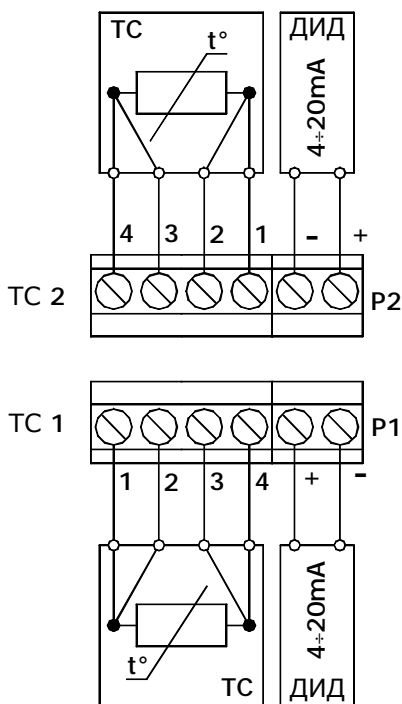

Рис.8.9
8.4.3 Подключение ТС производится по 4-х проводной схеме в соответствии с рис. 8.9. Для подключения термопреобразователей рекомендуется использовать кабели: ШВВП $2 \times 0,5 \text{ мм}^2$, РПШ $4 \times 0,5 \text{ мм}^2$, КУПР $4 \times 0,5 \text{ мм}^2$ или СПОВ $4 \times 0,5 \text{ мм}^2$. Во избежание дополнительных помех и наводок, а также механических повреждений кабелей, линии связи ППМ с ТС рекомендуется прокладывать в стальных заземленных трубах или заземлённых металлорукавах.